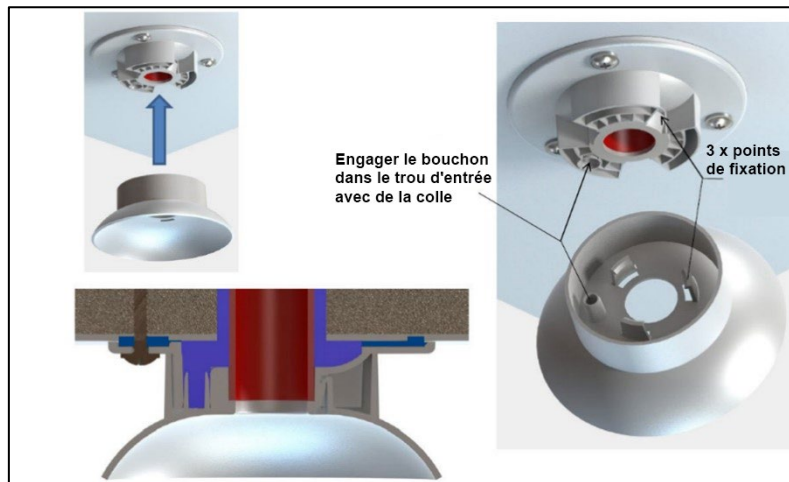

Figure 5 : Montage de la coupelle
9. Monter la coupelle sur la collerette inférieure (collerette inférieure) qui bouche également le trou d'entrée le produit d'étanchéité, voir Figure 5.